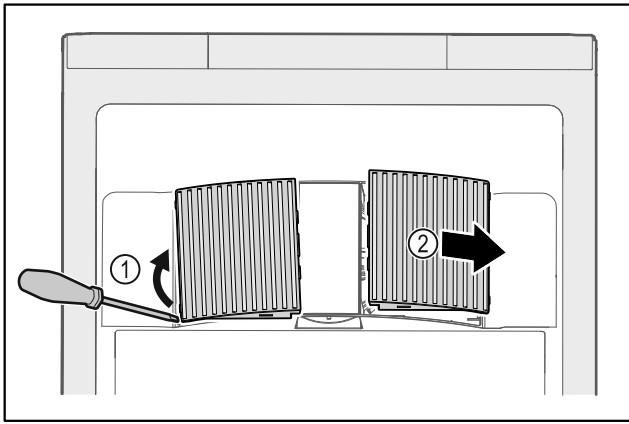

Fig. 228
- ▶ Lirk ut ventilatordekslene fra siden Fig. 228 (1), og ta dem ut forover Fig. 228 (2).